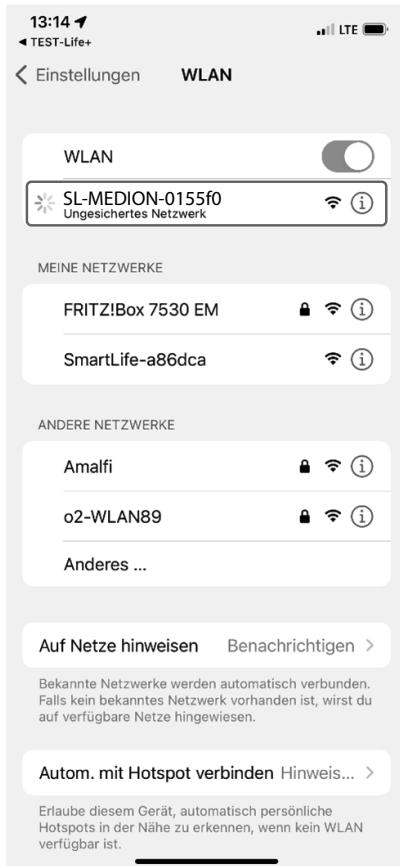

Afb. 6
- Klik in de indicatie onderaan op **JETZT VERBINDEN** (zie afb. 6).